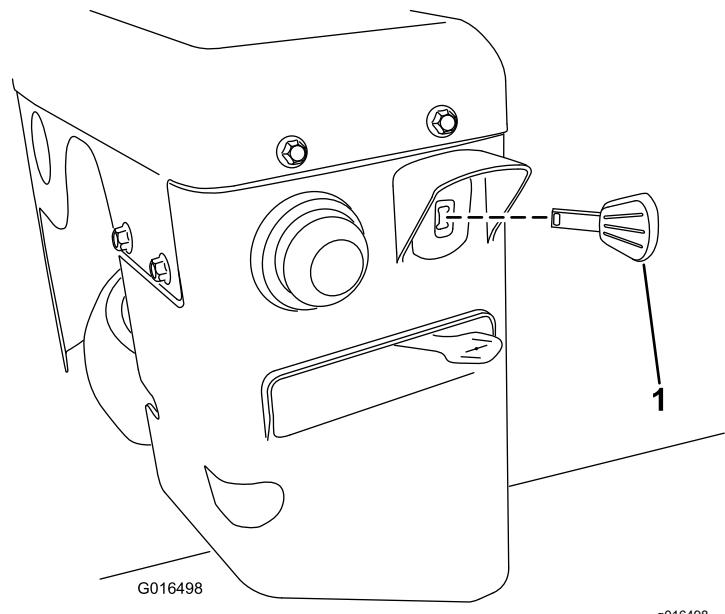

Figure 16
3. Insérez la clé de contact à fond dans le commutateur d'allumage (Figure 16).